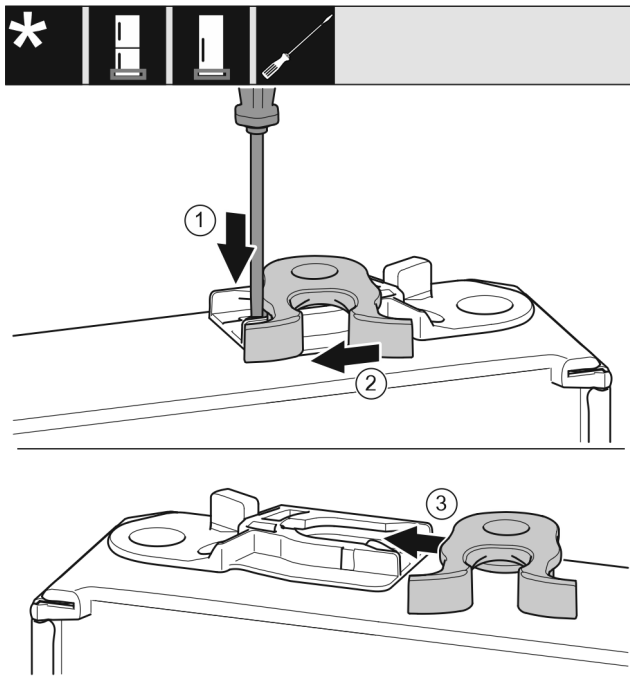

Fig. 17
- ▶ Lasche Fig. 17 (1) mit Schlitzschraubendreher nach unten drücken.
- ▶ Schließhaken Fig. 17 (2) aus Führung ziehen.
- ▶ Schließhaken Fig. 17 (3) auf anderer Seite in Führung schieben.